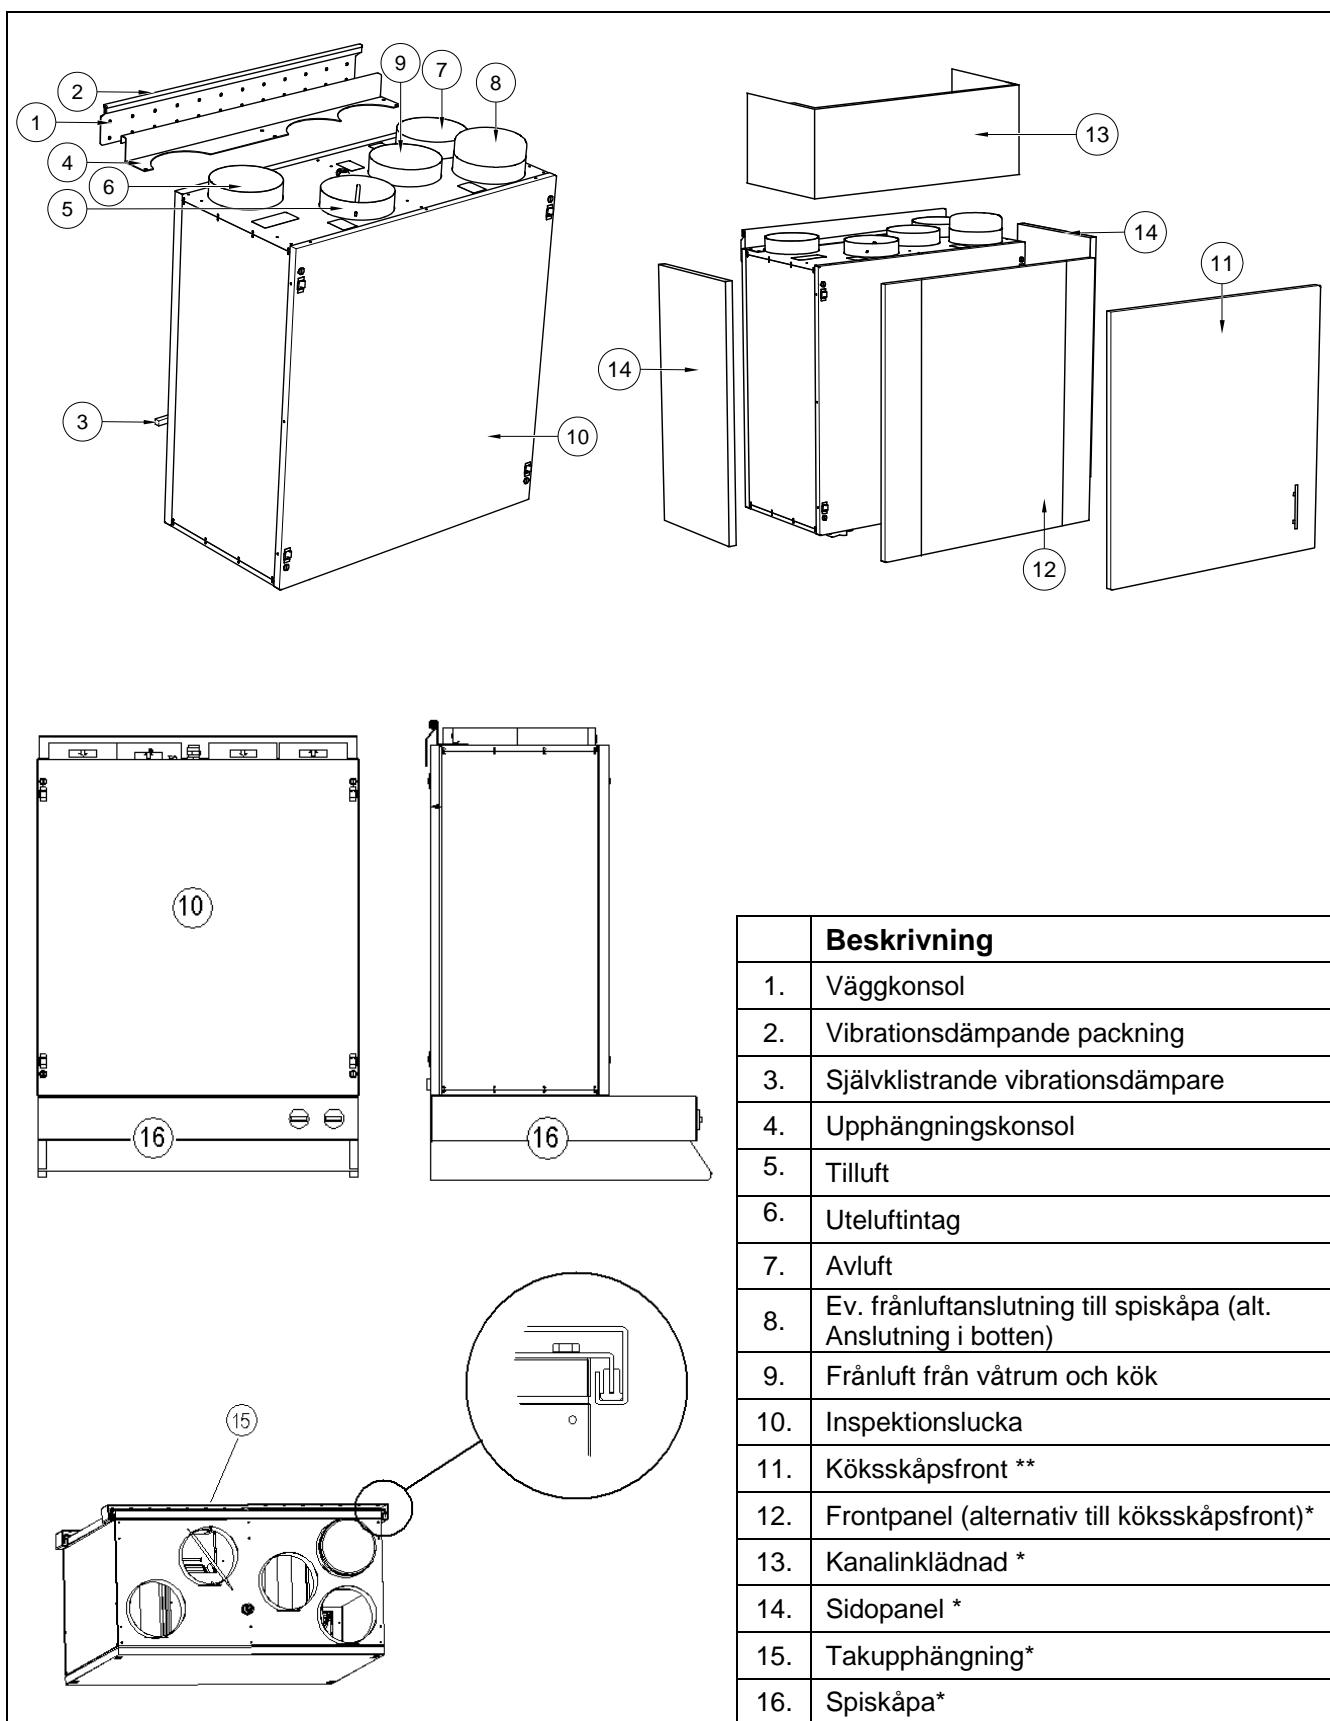

Fig. 3 *Tillbehör (Ingår ej)
- 2) Frontluckan med fästclips (pos.10, **fig.3**) har en speciell dämpande ljudisolering som **alltid** skall vara monterad mot utsidan, den måste därför bytas om aggregatet ska monteras fronten mot väggen.
- 3) Montera upphängningskonsolen (pos.4, **fig.3**) på toppen av aggregatet med medföljande skruvar och fäst den självklistrande vibrationsdämpande packningen (pos.3, **fig.3**) nederst på aggregatets baksida.
- 4) Montera väggkonsolen (pos.1, **fig.3**) med vibrationsdämpare. Underkant konsol 40mm från toppen av aggregatet, alternativt 59mm från botten. Kontrollera att den vibrationsdämpande packningen (pos.2, **fig.3**) på vägglisten är hel.
Aggregatet monteras exempelvis i tvättstuga eller liknande. Kanal från spiskåpan kan anslutas till egen "bypass-kanal" (pos.7, **fig.3**) i toppen alt. i botten. Som alternativ kan spiskåpan monteras direkt under aggregatet. Aggregatet är konstruerat för att hänga på vägg, men kan om så önskas monteras hängandes under tak (egen anvisning medföljer "takupphängning") eller alt. liggande på "rygg". Tänk på att använda vibrationsdämpare mot underlaget. Aggregatet kan spegelvändas eftersom det har inspektionssluckor på bågge sidor. Detta för att uppnå enklast möjliga kanal- genomföring och anslutning.
Vid montering av spiskåpan kan "köksskåpsfront"(pos.11, **fig.3**) anpassas till övrig köksinredning med hjälp av medlevererade låsclips och låsningsbultar (ref. monteringsinstruktion i montagemall).
Vitlackad eller rostfri, isolerad front (alternativ till kökslucka) (pos.12, **fig.3**), vita sidopaneler (där aggregatets sidor är synliga) (pos.14, **fig.3**) och vit kanalinklädnad (pos.13, **fig.3**) som monteras mellan aggregatet och innertaket ($H=295\text{mm}$) kan levereras som extra tillbehör.
- Om spiskåpan inte ansluts till VR 300 ECV/B ska blindlock till anslutningsstosens 7 (fig.3) ej tas bort